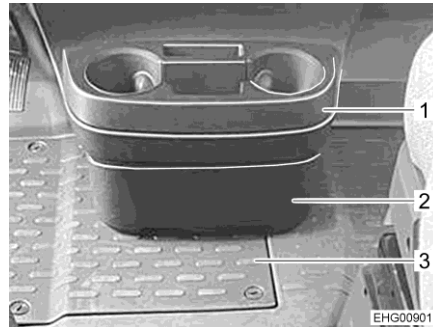

Bild 88 Getränkehalter und Subwoofer
**Batterie ausbauen/einbauen** Um Zugang zur Batterie zu bekommen, muss zuerst der Subwoofer (Bild 88,2) des Soundsystems ausgebaut werden.
- Subwoofer (Bild 88,2) herausziehen und zur Seite legen.
- Bodenplatte (Bild 88,3) öffnen.
- Subwoofer (Bild 88,2) unter den Getränkehalter (Bild 88,1) klemmen.